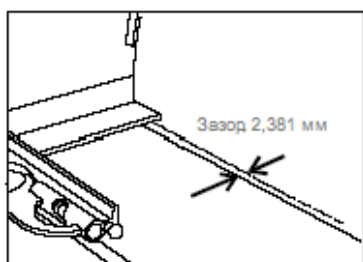

Рис. 18: Измерение зазора между диском и столом.
4. Перемещая диск на валу выставить зазор между диском и столом $3/32''$ (Рис. 18).